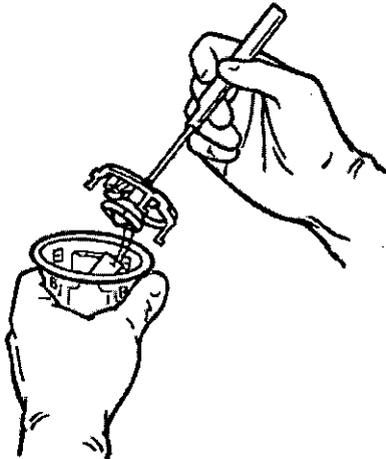

Figura 7. Saque la válvula y el collar de la bandeja interior.
4. Saque la válvula de la bandeja interior levantando con firmeza la válvula y el collar (consulte la Figura 7).